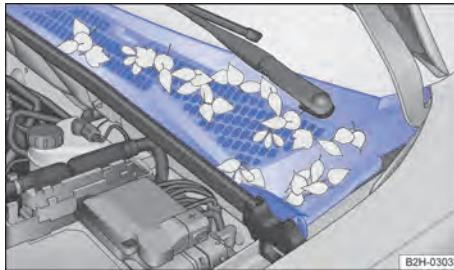

Fig. 203 Entre o compartimento do motor e o para-brisa: caixa de água (representação esquemática).
Remover folhas secas e outros objetos com um aspirador de pó ou com a mão → **Fig. 203**, → **①**. A limpeza do compartimento do motor deve ser sempre realizada por uma empresa especializada ou uma Concessionária Volkswagen → **⚠**.